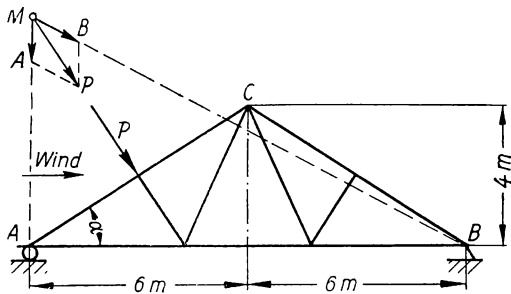

Bild 185
**317.** Ein Dachbinder (Bild 185) von den gegebenen Abmessungen ruht bei  $B$  auf einem festen Auflager, bei  $A$  auf einem Rollenlager. Letzteres ist in waagerechter Richtung nachgiebig, um die Ausdehnung des Binders bei Temperaturänderungen zu ermöglichen, kann also nur eine senkrechte Auflagerkraft übertragen. Der Winddruck in waagerechter Richtung ist  $p = 125 \text{ kg/m}^2$  anzunehmen. a) Wie groß ist die Komponente des Winddrucks senkrecht zu der geneigten Dachfläche? b) Mit welcher Kraft  $P$  belastet der Winddruck den Binder senkrecht zu der geneigten Dachfläche, wenn die tragenden Binder des Daches in Abständen von 4,9 m